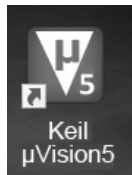

图 3-19 桌面快捷图标
(9) 安装完毕,桌面生成 Keil μ Vision5 快捷图标,如图 3-19 所示。